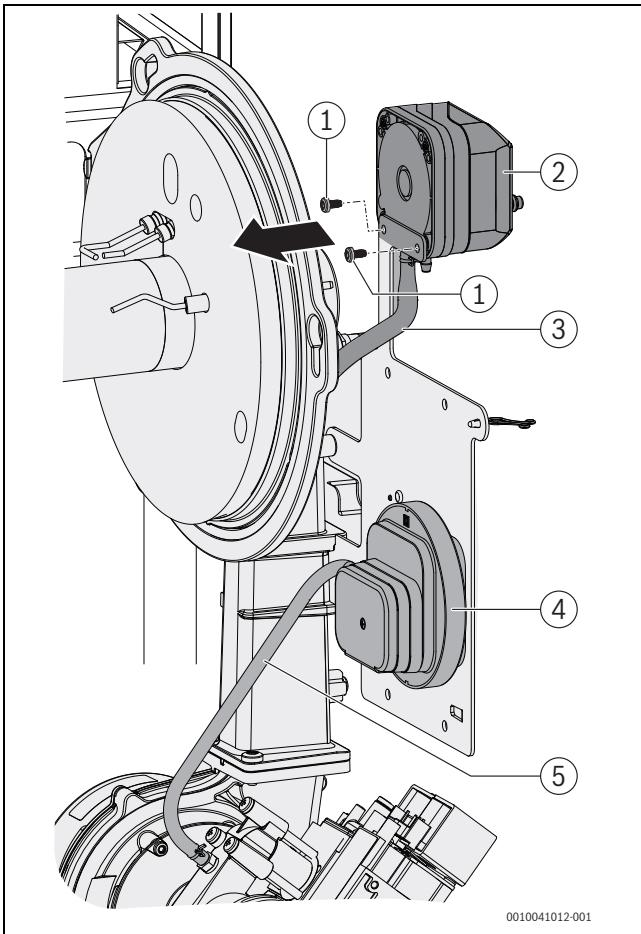
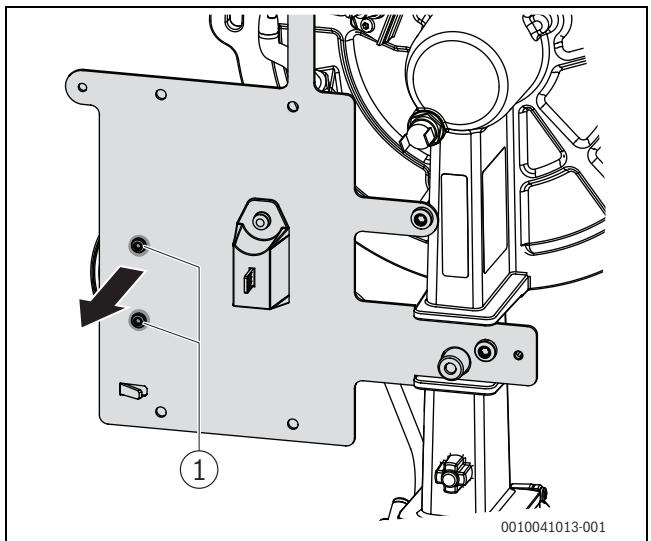

Fig. 59 Smontare il pressostato basso carico e camera di combustione
Fig. 60 Smontare il pressostato basso carico
- ▶ Togliere 2 viti di fissaggio (→fig. 60, [1]) e il pressostato basso carico (→fig. 59, [4]) sul retro del lamierino di supporto. Fare attenzione che il tubo flessibile (→fig. 59, [5]) e il cavo di collegamento (non rappresentato) non subiscano danni e/o non vengano estratti.